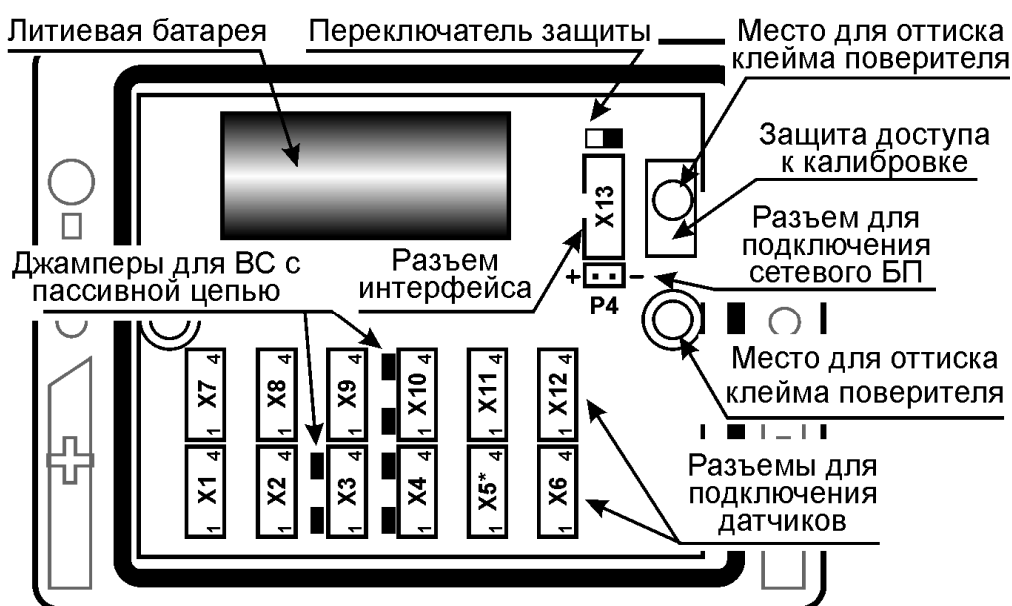

Рис. 5.3 – Вид снизу на снятую крышку ВКТ-7
При установке сетевого блока питания исполнения **02** в качестве сигнала контроля сетевого питания используется непосредственно напряжение питания 3,6 В, подаваемое на разъем Р4 (см. рис. 5.3). Напряжение на разъеме X6 в данном случае игнорируется.
В случае пассивного типа выхода следует установить перемычку (джампер), показанную на рис. 5.3 слева от соответствующего разъема X3, X4 и X10, а при активном – снять ее.
Разъемы для подключения внешних цепей находятся на модуле в верхней части ВКТ-7. Размещение разъемов приведено на рис. 5.3, а схема подключения датчиков – на рис. 5.4. При поставке ВКТ-7 ответные части разъемов и джамперы установлены.
- убедиться, что левее каждого из имеющихся разъемов X3, X4 и X10 установлены джамперы (рисунок 5.3). В противном случае джамперы следует установить, взяв их из состава поставки комплекта соединителей;
- при автоматизированной поверке убедиться, что в вычислителе установлен адаптер RS232 или универсальный адаптер RS485/RS232. В противном случае (установлен адаптер RS485 или Ethernet) следует подключить к разъему X13 (рисунок 5.3) адаптер RS232, взяв его состава поставки комплекта соединителей.